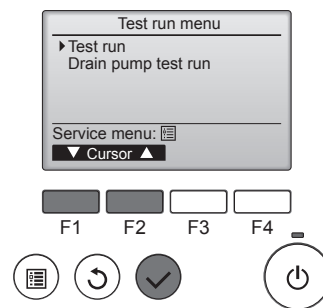

Fig. 7-2
- 2 W menu ruchu próbnego wybrać pozycję "Test run" (Ruch próbny), a następnie nacisnąć przycisk [WYBIERZ]. (Fig. 7-2)